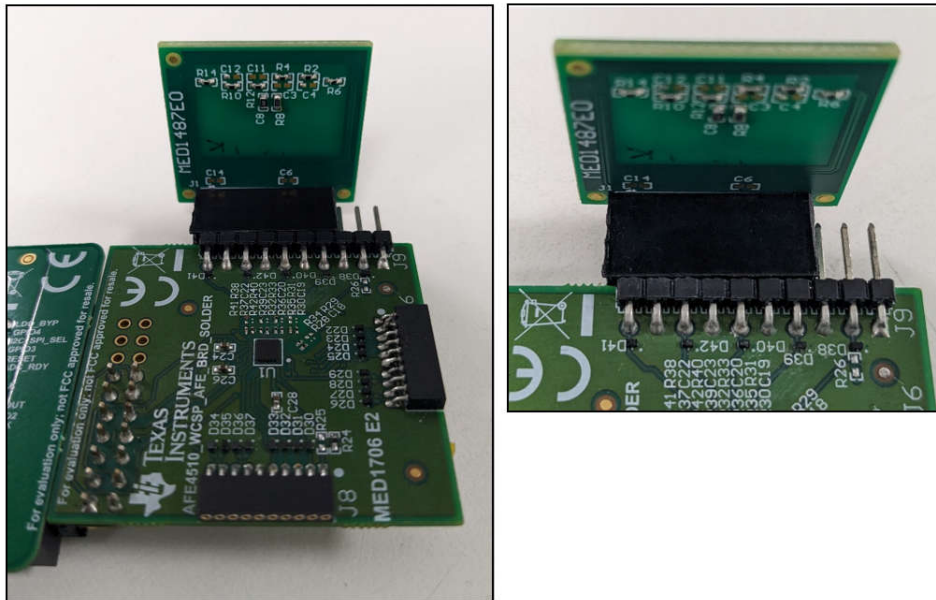

图 3-11. 将 BIA 演示板连接到 EVM
6. **BIA**：此选项卡中提供了用于测量人体阻抗的所有控制项。如图 3-11 所示，插入电路板以便演示 BIA。